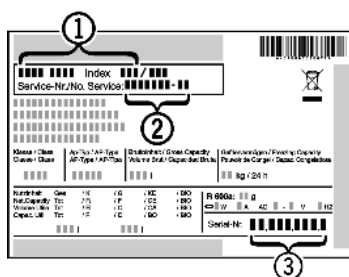

Fig. 23
- ▶ Z nazivne ploščice odčitajte oznako aparata *Fig. 23 (1)*, servisno št. *Fig. 23 (2)* in serijsko št. *Fig. 23 (3)*. Nazivna ploščica se nahaja na levi strani notranjosti aparata.
- ▶ Obvestite servisno službo in jim povejte, za kakšno napako gre, povejte pa tudi oznako aparata *Fig. 23 (1)*, servisno št. *Fig. 23 (2)* in serijsko št. *Fig. 23 (3)*.